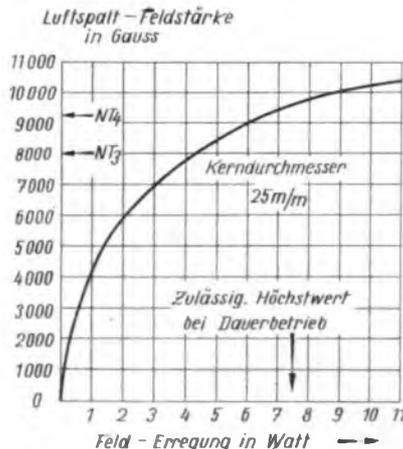

Bild 1. Magnetische Feldstärke im Luftspalt eines Lautsprecher-Magnetsystems in Abhängigkeit von der Erregerleistung
Für den Wirkungsgrad und damit für die Belastbarkeit ist neben der Betriebsfrequenz in erster Linie die magnetische Feldstärke im Luftspalt maßgebend (5). Der Wirkungsgrad ist theoretisch dem Quadrat der Feldstärke proportional. Der folgende Versuch demonstriert dies sehr deutlich. An einem fremderregten Lautsprecher (WIGO-ED 220) wurden Schwingpule und Membran entfernt und es wurden mit Hilfe eines „Fluxmeter“ (Hartmann & Braun) die Feldstärken im Luftspalt in Abhängigkeit von der Gleichstrom-Erregerleistung gemessen (Bild 1). Dann wurde der Lautsprecher betriebsbereit zusammengebaut und seine Erregerwicklung mit einem regelbaren Gleichrichter verbunden, während seine Schwing-